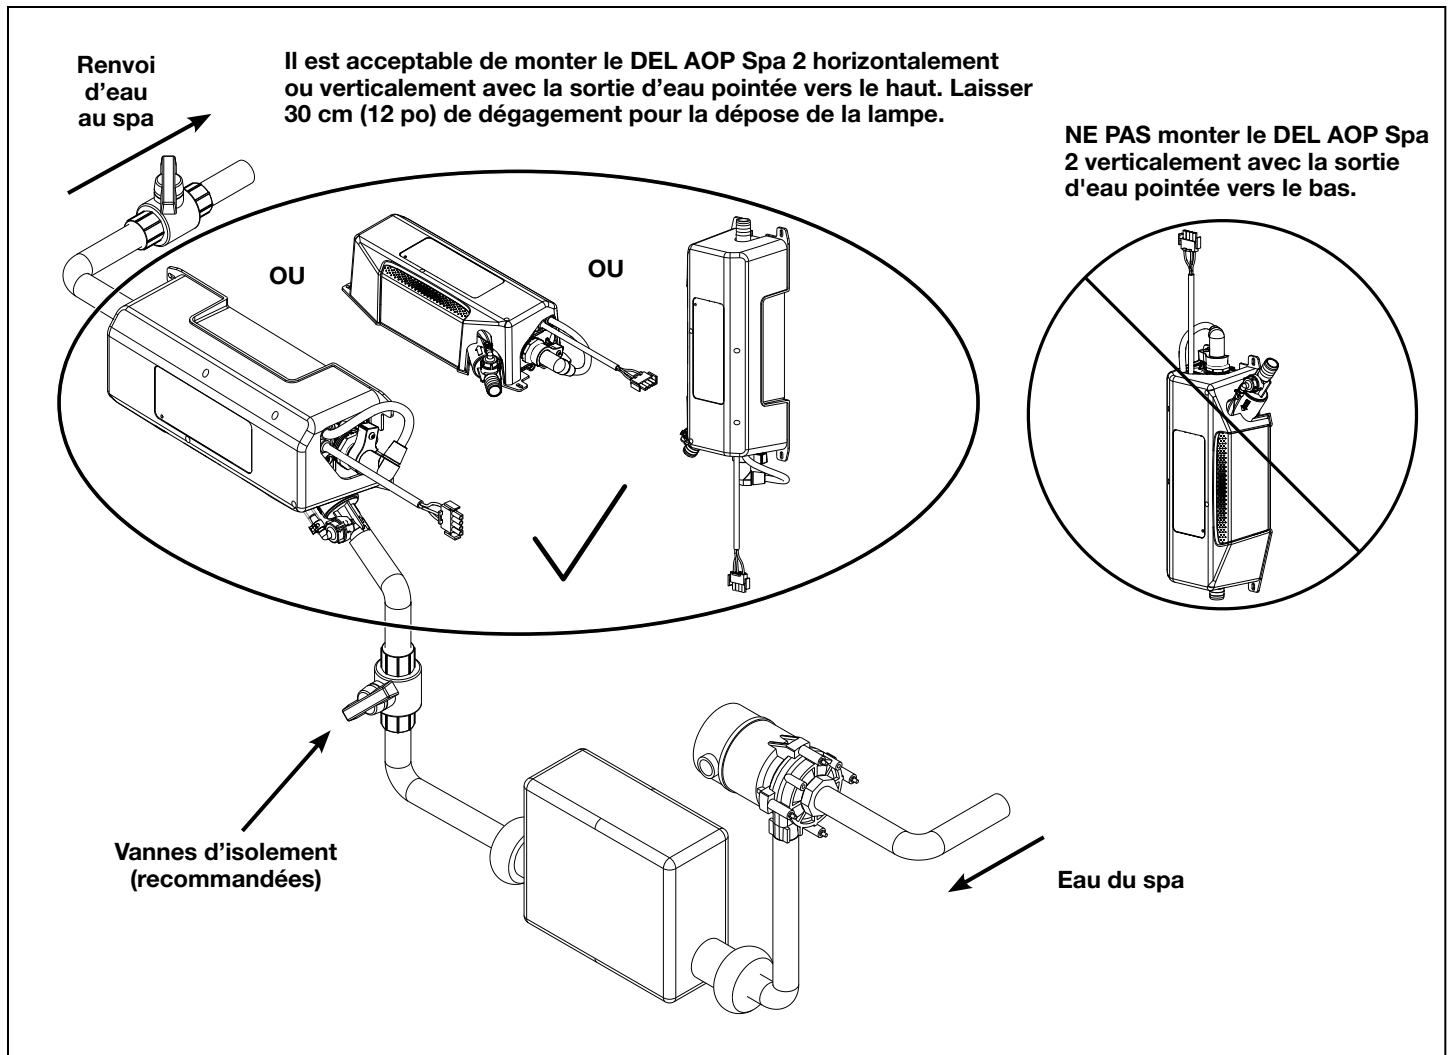

Figure 2. Schéma de la plomberie pour DEL AOP Spa 2
- Toute orientation de montage orthogonale, autre que verticale avec la sortie d'eau pointée vers le bas, est autorisée. L'orientation de montage la plus courante est horizontale, comme le montre la figure 2.